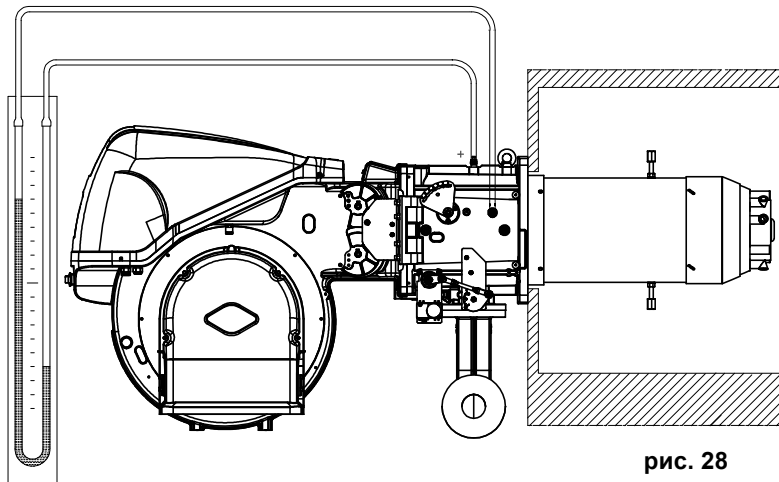

рис. 28
- установите манометр U-образного типа или дифференциальный манометр (рис. 28) с гнездом (+) для измерения давления газа в патрубке и (-) в камере сгорания.
Серводвигатель (рис. 28) регулирует с помощью механических тяг одновременно расход воздуха и газа. Он оснащен регулируемыми кулачками, которые управляют соответствующими переключателями.
Если воспламенение по-прежнему не происходит, возможно, газ не поступает в камеру сгорания в течение безопасного периода времени, составляющего 3 секунды. В этом случае увеличьте подачу газа для воспламенения. О поступлении газа в патрубок сигнализирует U-образный манометр (рис. 28). Как только горелка заработает, приступайте к глобальной калибровке.
Серводвигатель (рис. 28) должен быть настроен на максимальное открытие таким образом, чтобы воздушные заслонки были полностью открыты.